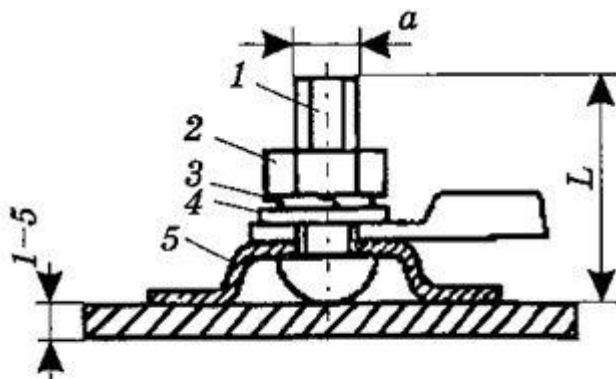

Рис. 10. Зажим типа ЗВП.
2. Назовите элемент 1, изображенный на рис. 10: